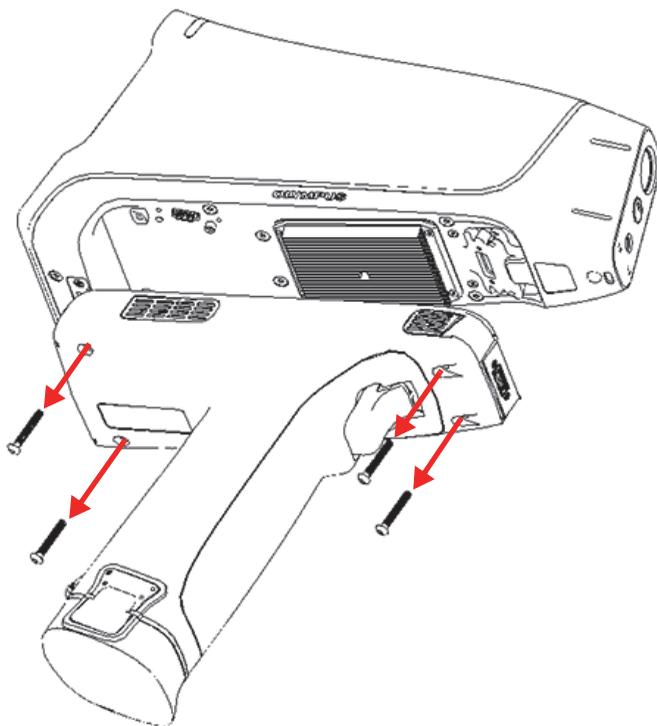

Figura 4-7 Rimozione dell'impugnatura
1. Mediante il cacciavite a croce, rimuovere le quattro viti di fissaggio dell'impugnatura e rimuovere l'impugnatura dall'analizzatore Vanta (vedere Figura 4-7 a pagina 96).